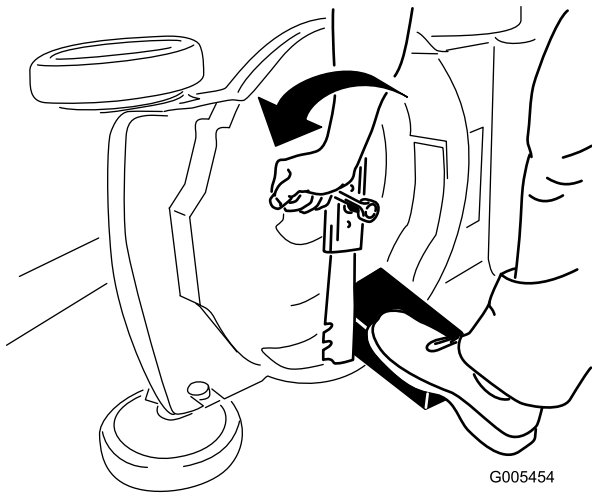

Bild 20
3. Stabilisieren Sie das Messer mit einem Holzblock (Bild 20).
4. Nehmen Sie das Messer ab und bewahren Sie alle Befestigungsschrauben auf (Bild 20).